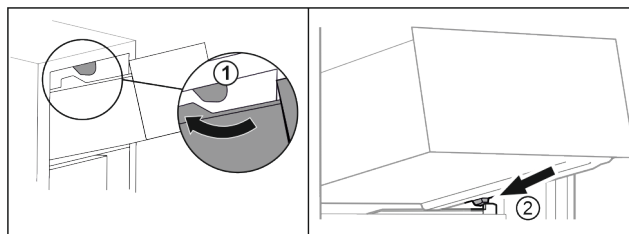

Fig. 17
- ▶ Vedte zásuvku podél horních zarážek. Fig. 17 (1)
- ▶ Nasadte zásuvku šikmo za dolní zarážky na žebrování na nádoby. Fig. 17 (2)